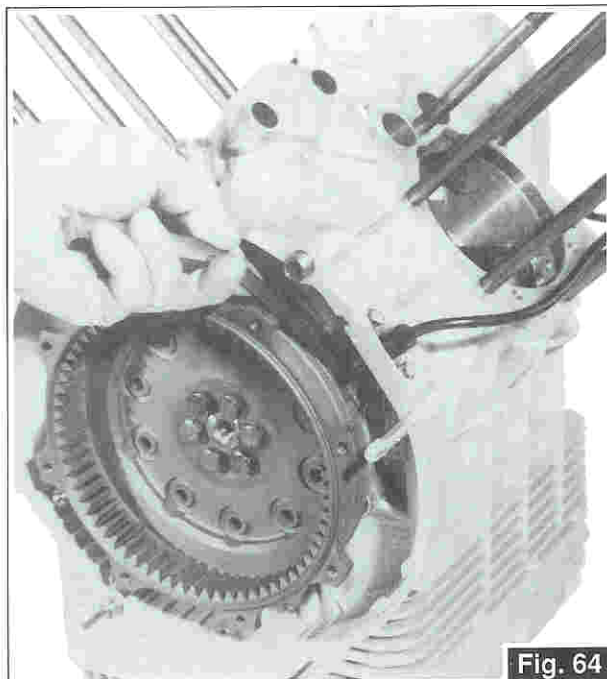

Fig. 64
- Verificare il traferro tra l'estremità del sensore di fase e la superficie dei denti ricavati sul volano motore. Traferro previsto mm 0,3÷0,8 (Fig. 64).
- Check the air gap between timing sensor tip and the surface of the tabs on the flywheel. Air gap should be 0.3÷0.8 mm (Fig. 64).